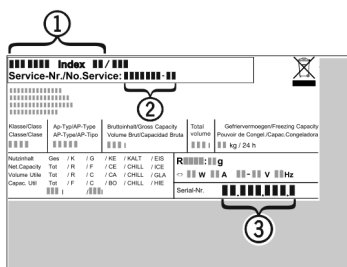

Fig. 17
- ▶ Denominación del aparato Fig. 17 (1), n° del servicio técnico Fig. 17 (2) y n° de serie Fig. 17 (3) en la placa de identificación. La placa de identificación se encuentra en la parte interior izquierda del aparato.
- ▶ Informe al servicio postventa e indique el fallo, la denominación del aparato Fig. 17 (1), el n° del servicio técnico Fig. 17 (2) y el n° de serie Fig. 17 (3).